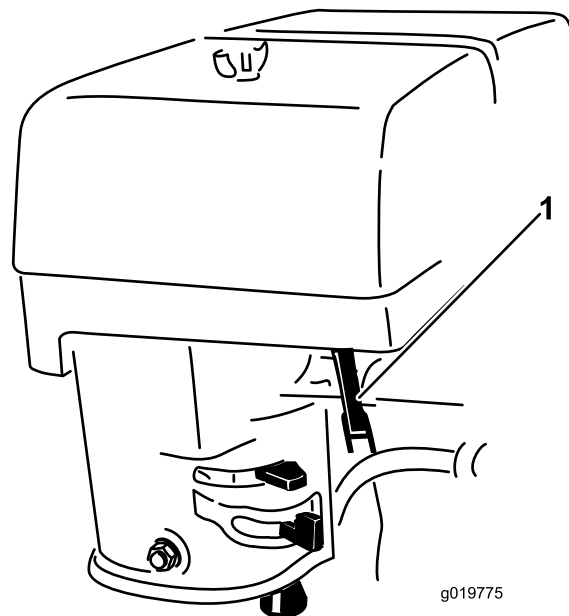

Figure 15
4. Réglez la commande d'accélérateur à mi-course entre les positions bas régime (tortue) et haut régime (lièvre) (Figure 15).